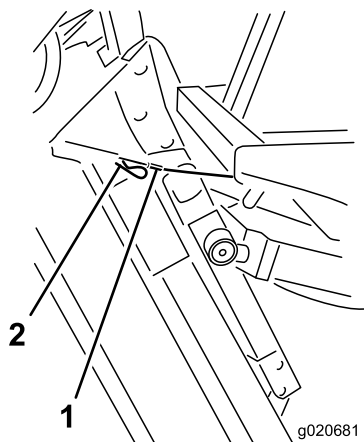

Figure 76
6. Tout en maintenant le plateau à la verticale, placez l'extrémité du câble sur l'axe du bras de levage et fixez-le en position à l'aide de la goupille fendue (Figure 76).